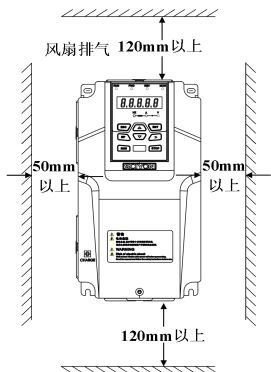
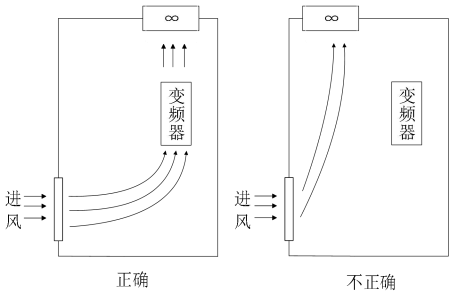

图 3-1 变频器安装间隔距离
图 3-2 变频器安装环境中通风扇位置
- 1) MKD-370 变频器为壁挂式变频器，应垂直安装，以利于空气流通散热。变频器周围应按图 3-1 所示留出足够空间，变频器安装环境中通风扇位置如图 3-2 所示。